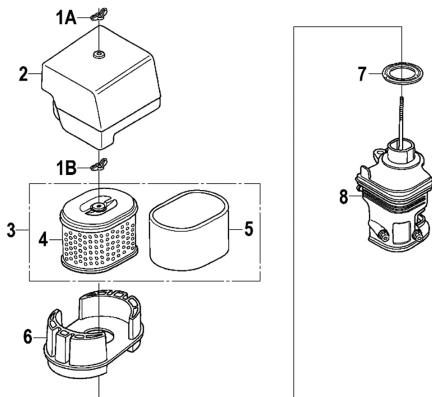

Рис. 19 Обслуживание воздушного фильтра
1. Открутите барашковую гайку 1A и снимите крышку 2 воздушного фильтра (Рис. 19).
2. Открутите барашковую гайку 1B и извлеките из корпуса воздушный фильтр 3 в сборе (Рис. 19).
3. Проверьте целостность и чистоту фильтрующих элементов. Поролоновый (предварительный) фильтрующий элемент 5 установлен на корпусе бумажного фильтрующего элемента 4 (Рис. 19).
4. При незначительном загрязнении промойте поролоновый фильтрующий элемент 5 (Рис. 19) теплым мыльным раствором и просушите. Поврежденный или сильно загрязненный поролоновый фильтрующий элемент замените.
6. Произведите очистку опоры 6, основания 8 и крышки 2 воздушного фильтра, не допуская попадания грязи в воздуховод, ведущий к карбюратору. (Рис. 19).
7. Перед установкой воздушного фильтра убедитесь, что уплотнительное кольцо 7 воздушного фильтра находится на месте и не имеет повреждений (Рис. 19).